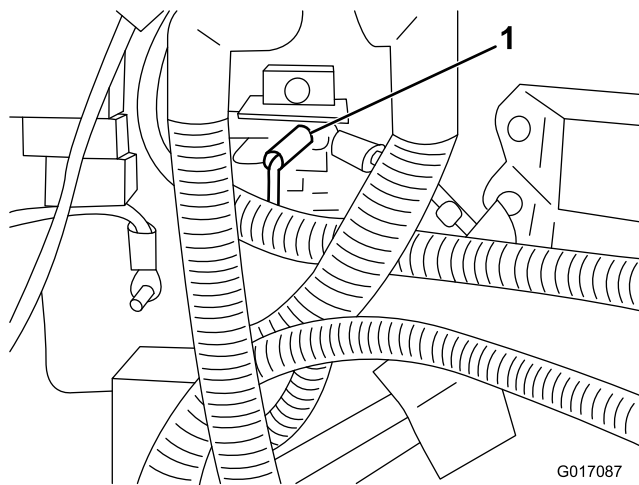

Figura 7
11. Conecte el cable negro con terminal circular al bloque de terminales de tierra (Figura 7).